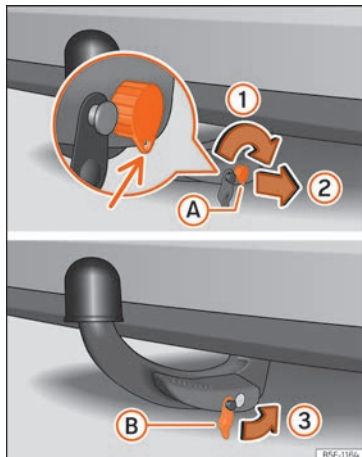

Abb. 175 Anhängerkupplung anbringen Schritt 2
- Drehen Sie den Schlüssel nur eine halbe Umdrehung nach rechts, bis sich das Loch des Schlüssels unten befindet »» Abb. 175 (1).
- Ziehen Sie den Zündschlüssel ab (2).
- Setzen Sie die Abdeckung (B) auf das Schloss (3) »» Abb. 175 »» ①.